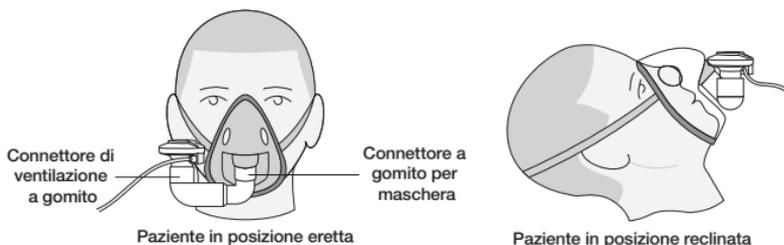

Figura 11. Collegamento a una maschera
2. Ruotare il connettore di ventilazione a gomito per adattarlo alla posizione del paziente (figura 11).